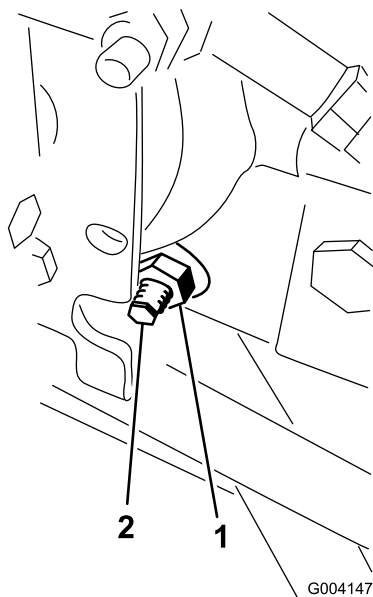

Figura 64
3. En el lado derecho del hidrostato, afloje la contratuerca de la leva de ajuste de tracción (Figura 64).